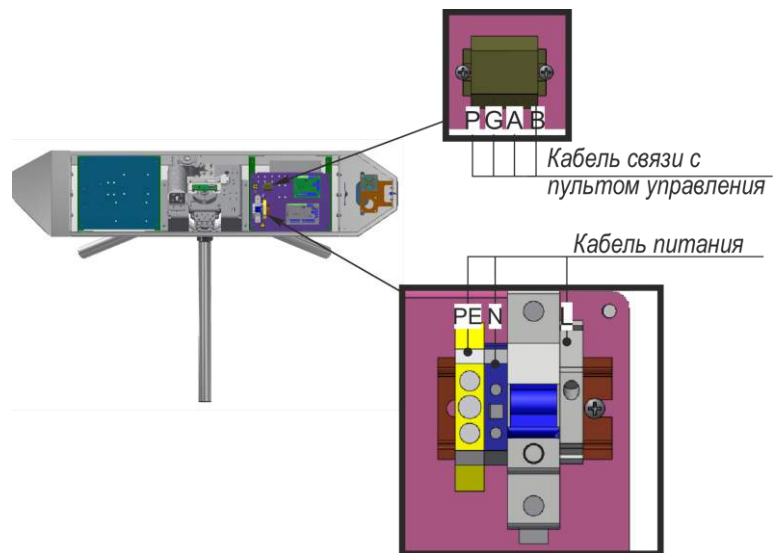

Рис. 16– Подключение кабеля питания и кабеля связи с пультом управления
13) Подключение турникета(Рис.16):
б) Подключить к клеммам кабель связи с пультом управления (Рис.16):